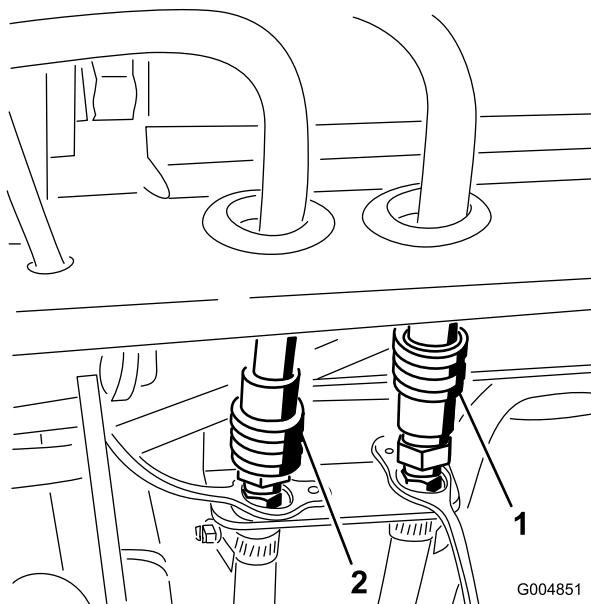

**Figure 34**
25. Fixez la plaque couvercle de plancher du cadre d'hiver au plancher au moyen des vis retirées précédemment (Figure 34).